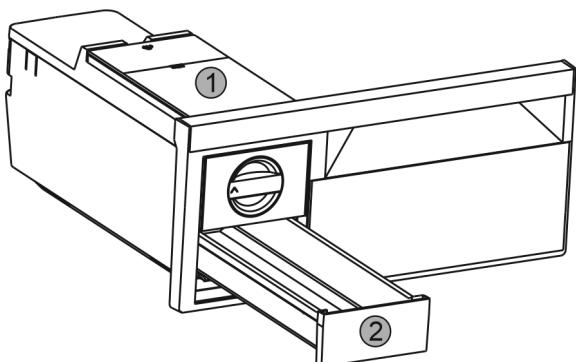

Fig. 50
- Зняти бак для води Fig. 50 (1) та висувний ящик для виробництва кубиків льоду Fig. 50 (2).